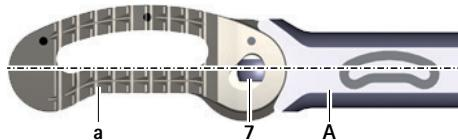

Fig. 8 Impianto in posizione 0°
- ▶ Tenere l'impianto di prova **D** in posizione 0° sullo strumento inseritore **A**, vedere Fig. 8.
- ▶ Posizionare l'impianto in posizione 0° , vedere Fig. 8.